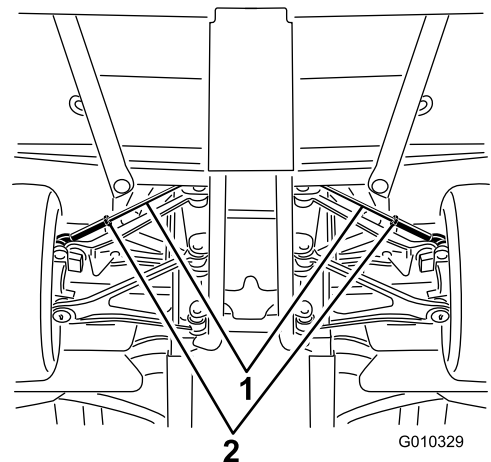

Figura 57
- A. Allentate il controdamo al centro del tirante (Figura 57).